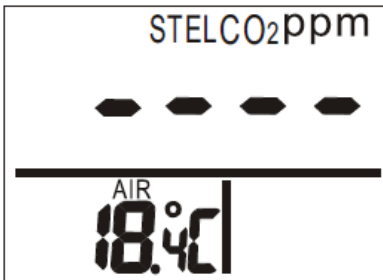

Figure 6
2. Le calcul des valeurs STEL et TWA prend au moins 5 minutes. L'écran LCD affiche « ---- » (Fig. 6) pendant les 5 premières minutes après la mise sous tension.